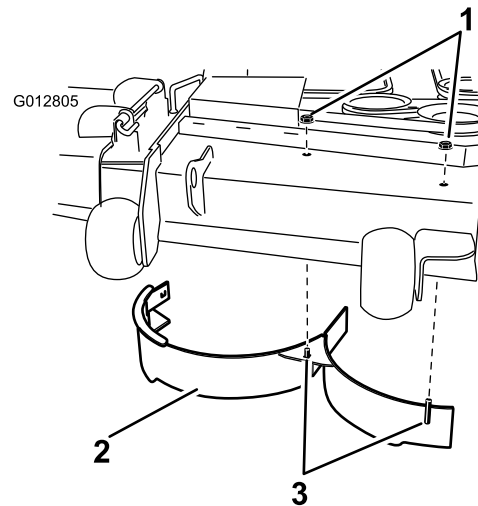

Figura 31
10. Remova as duas porcas de bloqueio (5/16 pol.) presas aos postes soldados do abafador direito na parte superior da plataforma do cortador nas posições central e direita (Figura 31). Retire o abafador direito da plataforma do cortador.